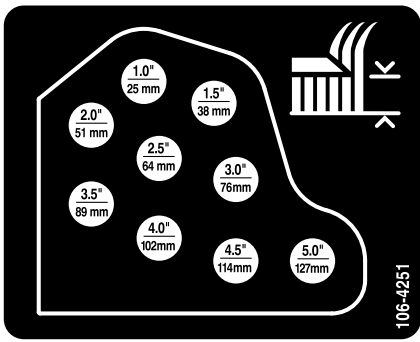

Figura 20
- Monte las cadenas de altura de corte en el taladro de altura de corte deseada con el pasador y el pasador de horquilla (Figura 20).